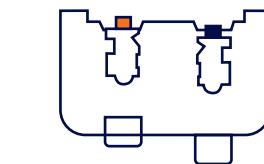

рис. 8
Нажмите на кнопку С и, не отпуская, аккуратно поменяйте местами пины, вынимая и вставляя их на нужное место пинцетом (7). Соблюдайте следующее правило: вырезы у пинов должны быть направлены на края замка **рис. 8!** Красные пины отвечают за комбинацию замка. Последовательность их нажатия не важна. Перед набором любого кода нажимайте кнопку с буквой «С».